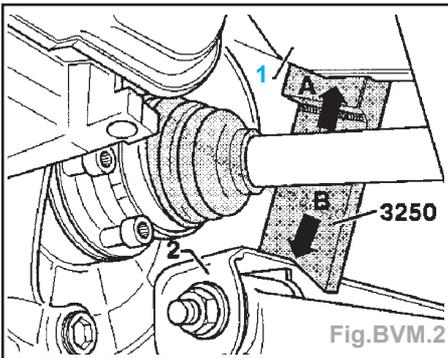

Fig.BVM.2
- Avant que le véhicule ne soit levé et lorsqu'il est vide, mettre en place le dispositif d'appui 3250 des deux côtés du véhicule pour que l'arbre de pont gauche et la vis tenant l'amortisseur ainsi que la bielle d'appui de la barre stabilisatrice à droite puissent être déposés (Fig.BVM.2) (voir chapitre «Suspension - Train avant»).